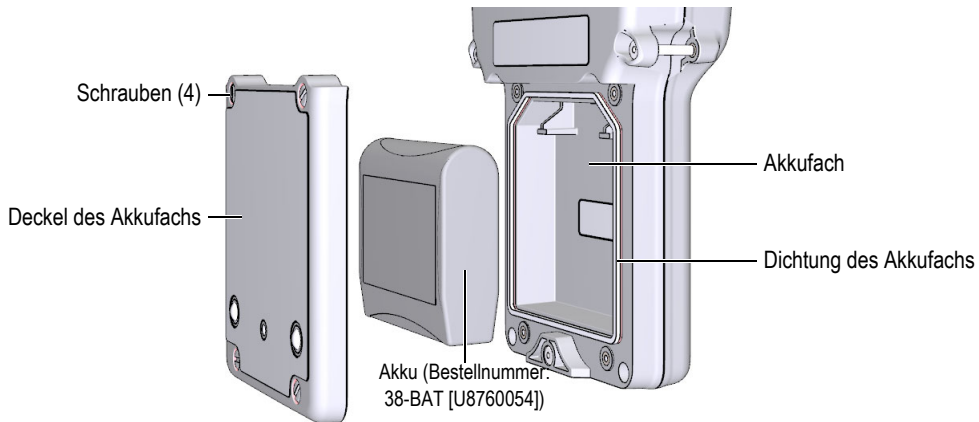

Abbildung 2-4 Öffnen des Batteriefachs
Der Akku ist in einem Gehäuse untergebracht, das von der Rückseite des 39DL PLUS zugänglich ist (siehe Abbildung 2-4 auf Seite 54).
6. Lösen Sie an der Rückseite des Geräts die vier Schrauben der Akkufachklappe (siehe Abbildung 2-4 auf Seite 54).